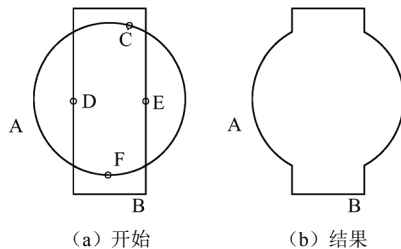

图 4-33 修剪示例
(1) 首先使用矩形命令和圆命令绘制图 4-33 (a) 所示的图形。然后以圆 A 和矩形 B 相互为边界将图 4-33(a) 中 C、D、E、F 段剪去。
结果如图 4-33 (b) 所示。在选择修剪对象时，也可以使用交叉窗口的方法，如同时选择 E、D 两点。